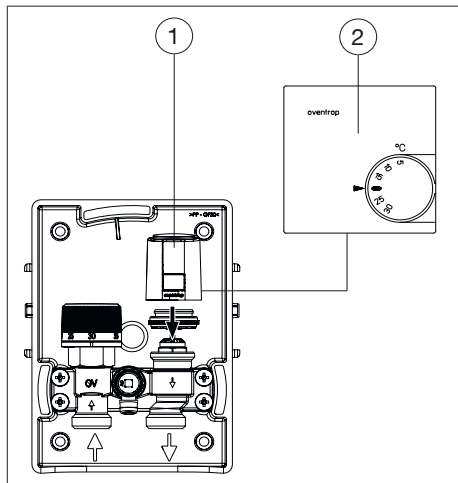

Abb. 10: Raumthermostat mit Stellantrieb montieren
- Schrauben Sie den Stellantrieb (siehe Abb. 10 auf Seite 12 (2)) auf das Ventil. Führen Sie das Kabel durch die Bohrung im Wand-einbaukasten (siehe 6.1 auf Seite 9).